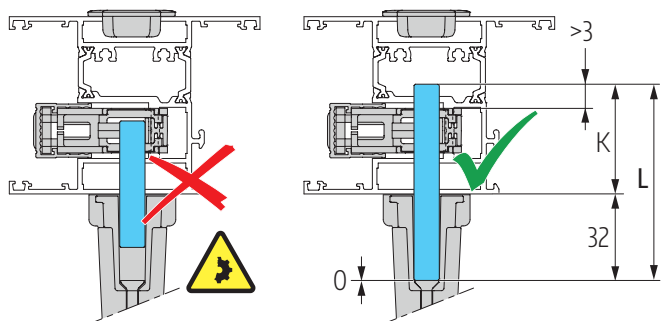
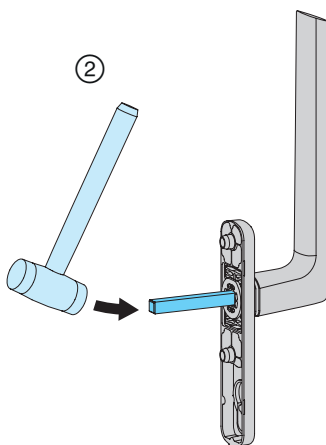
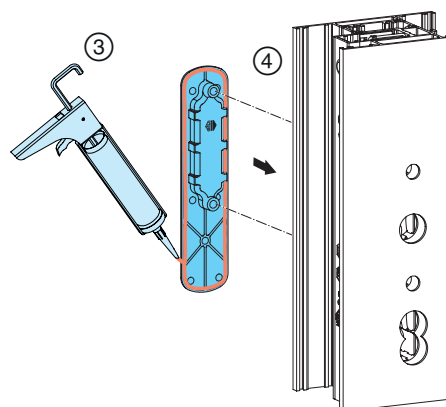

Abb. 28
Abb. 30
Abb. 31
- ② Vierkant mit Schonhammer in Rastbuchse der Griffrosette einschlagen; **Abb. 30.** (**Abb. 28** beachten).
- ③ Muschelgriff mit Silikon umlaufend abdichten und
- ④ in Flügelausfräsung positionieren; **Abb. 31.**